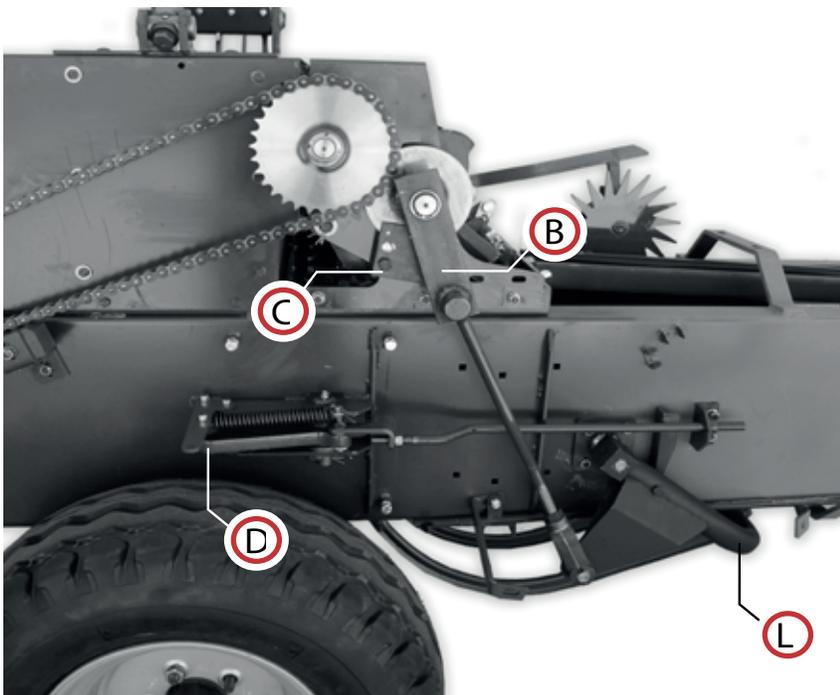

Fig.3
2. El brazo de la aguja (L) (Fig. 3) se ha deslizado hacia abajo y la barra de bloqueo (D) se ha introducido en la cámara de compresión, provocando la detención del pistón y la ruptura del perno de seguridad del volante (B) (Figura 2).
reemplazar el perno de seguridad; (Fig. 3) establecer la distancia entre la barra de bloqueo y el costado de la cámara de compresión (entre 20 y 25 mm), como se informa en el siguiente párrafo 4.8.6.